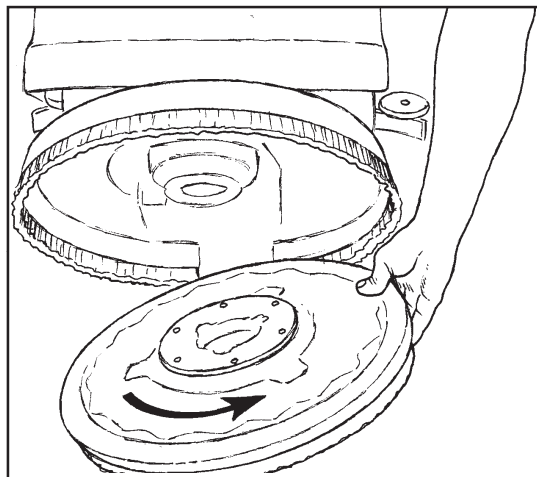

Figura 21
4. Para sacar el cepillo, rote el cepillo en la misma dirección de la rotación de lavado mediante un movimiento rápido hasta que se suelte el cepillo (Refiérase a la Figura 21).